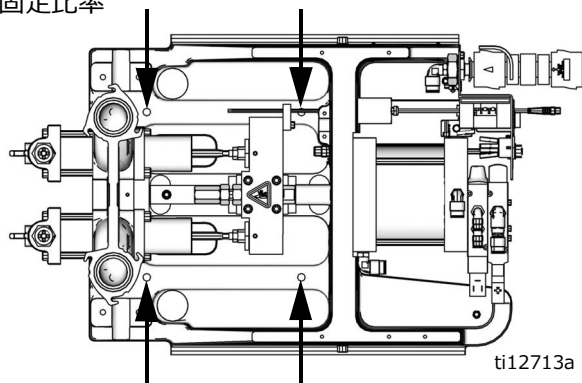

図 4: 取り付け穴
3. 両側のシールドロックネジ (110) を取り外し、その後保護シールドを取り除いてください。
4. 据え付け用穴に締め具で固定することにより、フレームを選定設置箇所に取り付けてください。図 4 を参照してください。